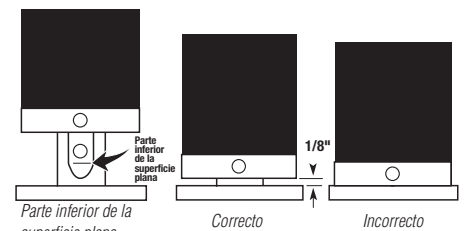

Figura 32
Paso 4: quite los tornillos de ajuste del acople. Aplique una capa de sellador de tuercas sobre las roscas del tornillo de ajuste. Vuelva a instalar el acoplamiento en el cartucho de la bomba con el tornillo de ajuste apuntando hacia la parte plana del eje. Apriete el tornillo de modo que el acople se deslice en el eje, pero que se detenga en la parte inferior de la superficie plana. Apriete hasta que la cabeza del tornillo quede a ras con el acople. El acople debe estar a aproximadamente 1/8" de la superficie de la trampa (**figura 32**).